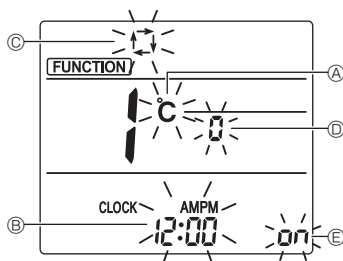

Fig. 4-11
- Vérifiez que la fonction n° "1" est affichée puis appuyez sur la touche **SET** ③.
- L'écran Réglage de l'affichage s'affiche. (Fig. 4-11)
- Appuyez sur la touche **DOWN** ④ pour changer le n° de fonction.
#### 4.12.2. Changement de l'unité de température (Fig. 4-11 (A))
- Appuyez sur la touche **TEMP** ⑤.
- À chaque pression sur la touche **TEMP** ⑤, le réglage change entre °C et °F.
#### 4.12.3. Changement de l'affichage de l'heure (Fig. 4-11 (B))
- Appuyez sur la touche **TIME** ⑥.
- À chaque pression sur la touche **TIME** ⑥, le réglage change entre AMPM12:00 et AMPM24:00.
#### 4.12.4. Changement du mode AUTO (Fig. 4-11 (C))
- Appuyez sur la touche **MODE** ⑦.
- À chaque pression sur la touche **MODE** ⑦, le réglage change entre et .
#### 4.12.5. Changement du n° de paire (Fig. 4-11 (D))
- Appuyez sur la touche **UP** ④.
- À chaque pression sur la touche **UP** ④, le n° de paire 0-3 change.